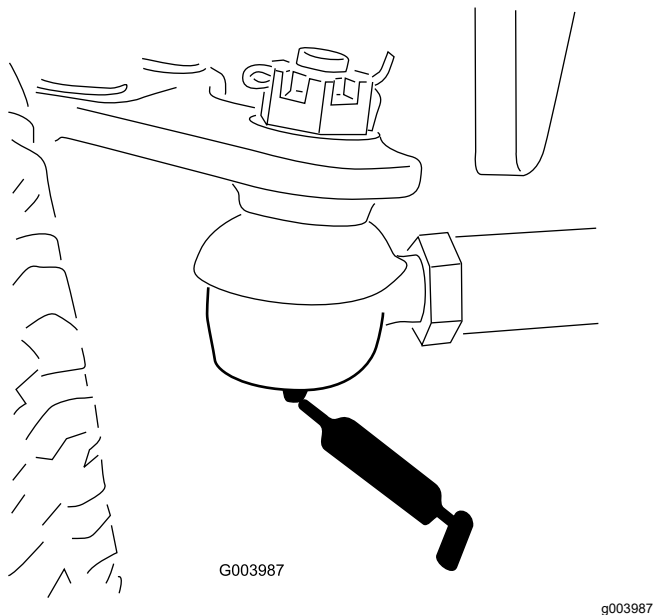

Figura 68
- Barra de ligação do eixo traseiro (2) – Figura 68